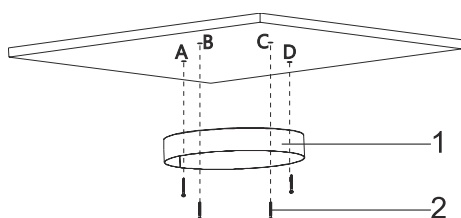

Fig. 9
3. ➔ Montér nu loftbeslaget på loftet med de medfølgende skruer (Fig. 9).